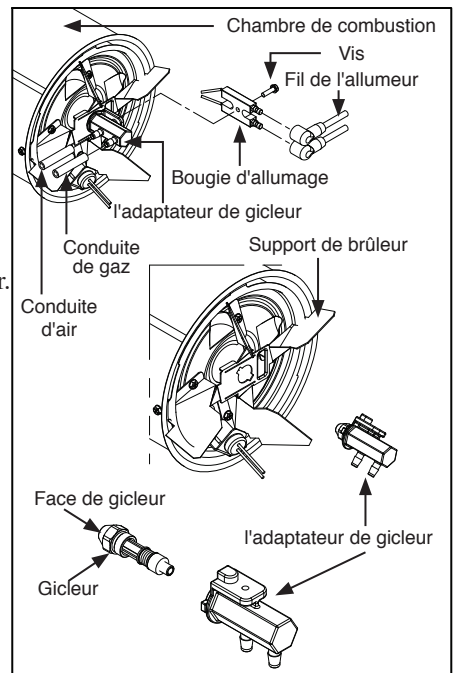

Figure 15. Remplacement du Suceur
- Tournez l'adaptateur de 1/8 de tour (45 °) dans le sens contraire des aiguilles d'une montre et tirez-le vers le moteur pour le retirer. (Consultez la figure 15.)